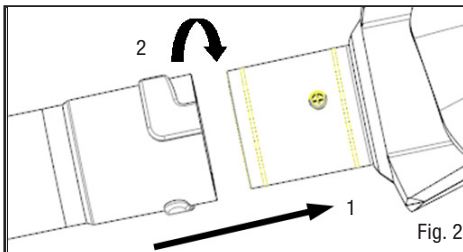

Fig. 2
1. Alignez l'une des rainures du tube avec les languettes sur le boîtier du souffleur. Poussez le tube sur le boîtier du souffleur jusqu'à ce que la languette s'engage dans les rainures. (Fig. 2).